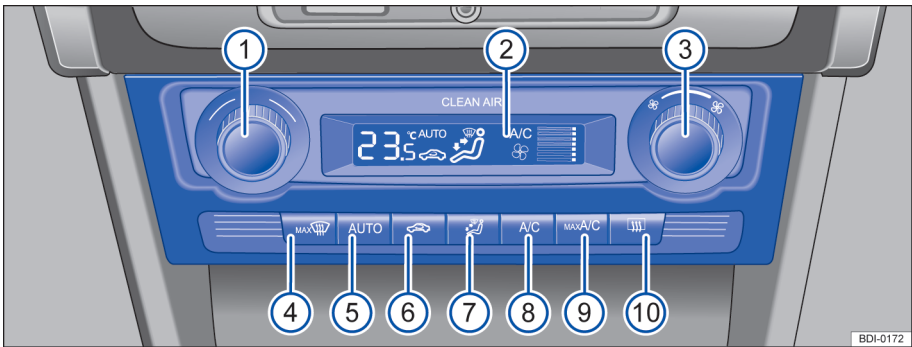

图 128 中控台：自动空调的操作元件
- 按下自动模式按钮 ⑤ ⇒ 图 128，在显示器中显示相应图标。